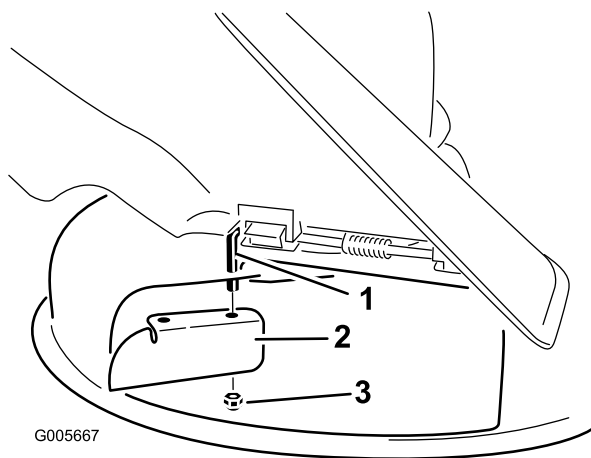

Figura 26
6. Instale la placa deflectora en la varilla de pivote (Figura 26). Utilice la tuerca fina (3/8 pulgada) existente para fijar la placa al cortacésped.
2. Retire la placa deflectora de la máquina (Figura 26).